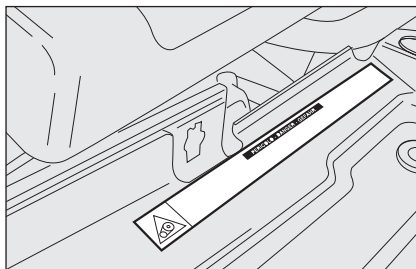

fig. 107
*Prima di aprire il cofano motore, è necessario assicurarsi che la vettura sia spenta e chiave in posizione OFF. Attenersi a quanto riportato sulla targhetta applicata in corrispondenza della traversa anteriore fig. 107. Si consiglia di estrarre la chiave quando in vettura sono presenti altre persone. La vettura deve essere abbandonata sempre dopo aver estratto la chiave o averla girata in posizione di OFF. Durante le operazioni di rifornimento carburante, è necessario assicurarsi che la vettura sia spenta con chiave in posizione di OFF.*